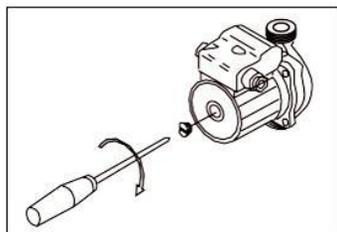

图 2-5
9. 开启电源开关; 如较长时间没有使用采暖炉, 在接通电源前应检查循环水泵的转动轴是否被卡住。可按下列步骤进行操作(参看图 2-5):